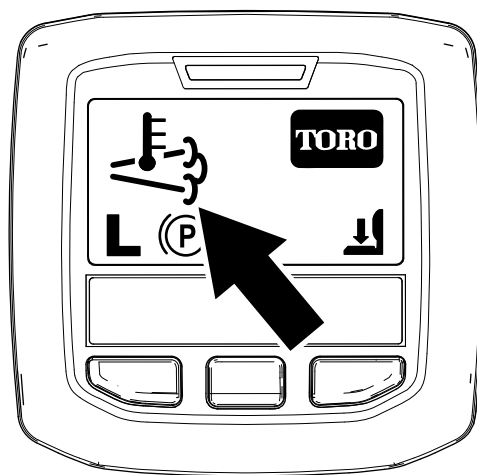

Рисунок 47
- Значок высокой температуры выхлопа отображается на экране инфо-центра (Рисунок 47).